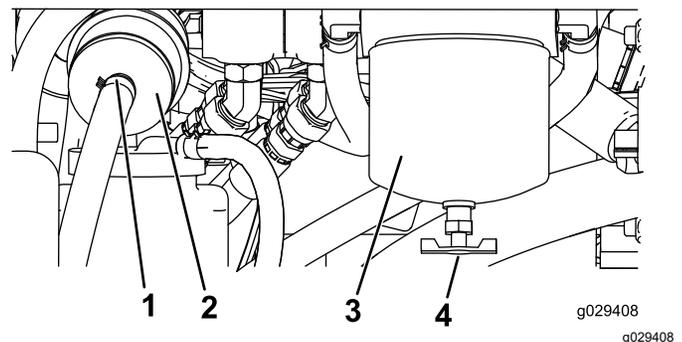

Figura 47
4. Localice el filtro de combustible en el lado trasero del motor (Figura 47), y coloque debajo un recipiente limpio.
4. Localice los filtros de combustible en el lado derecho del motor (Figura 47), y coloque debajo un recipiente limpio.
5. Limpie la zona de montaje del cartucho del filtro (Figura 47).
6. Retire el cartucho del filtro y limpie la superficie de montaje (Figura 47).
9. Instale el cartucho del filtro a mano hasta que la junta entre en contacto con la superficie de montaje, luego gírelo media vuelta más (Figura 47).
10. Localice el filtro en línea situado a la izquierda del cartucho del filtro de combustible (Figura 47) y observe la flecha de sentido de flujo impresa en el lateral del filtro en línea.
11. Abra las abrazaderas en cada extremo del filtro en línea y deslice las mangueras para extraerlas (Figura 47). Deseche el filtro.
12. Deslice las mangueras sobre el extremo de un filtro nuevo (Figura 47), asegurándose de que la flecha del filtro apunta hacia el motor o la bomba de combustible eléctrica.